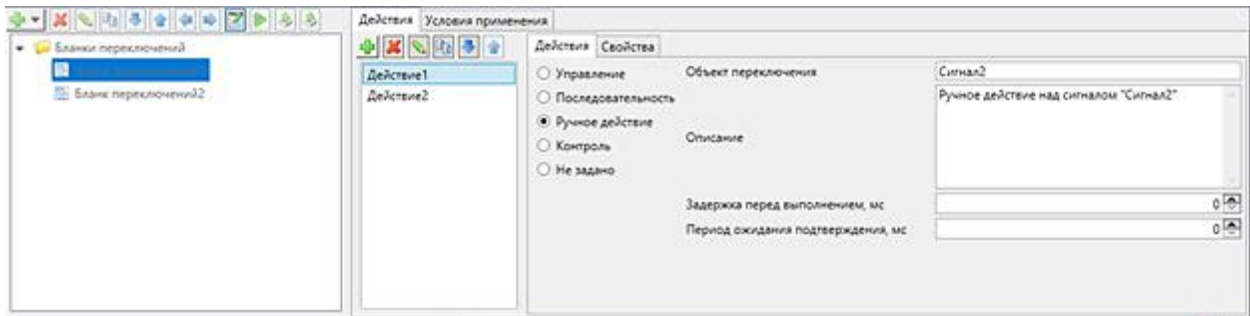

Рисунок 349 – Режим редактирования бланка переключений
- б) режим редактирования бланка переключений (рисунок 349);